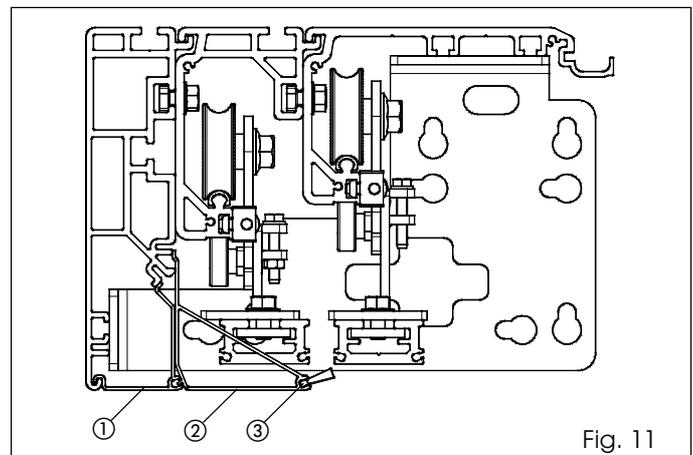

Fig. 11
•Si se utiliza un perfil de cierre para automatización telescópica, ensámblalo como se indica en la fig. 11 ref. ②.
ATENCIÓN : Introduzca el cepillo (accesorio fig. 11 ref. ③) en el perfil de cierre de la automatización telescópica antes del montaje.